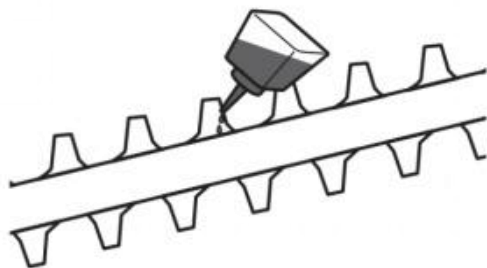

Fig. 76
2. Smeer het snijblad (D3) na elk gebruik om de levensduur van het blad en het product te verlengen. Breng een beetje lichte machineolie aan langs de rand van het snijblad (Fig. 76).